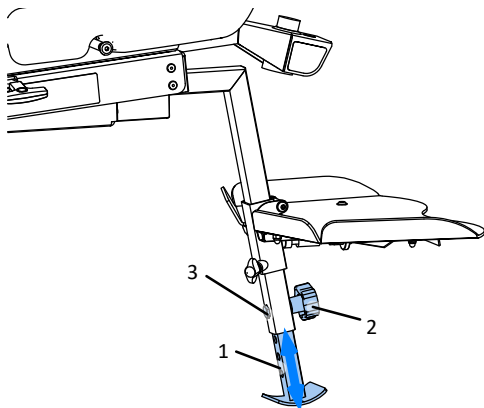

Abb. 25
11.9 Einstellung der Stützbeinlänge (Abb.25)